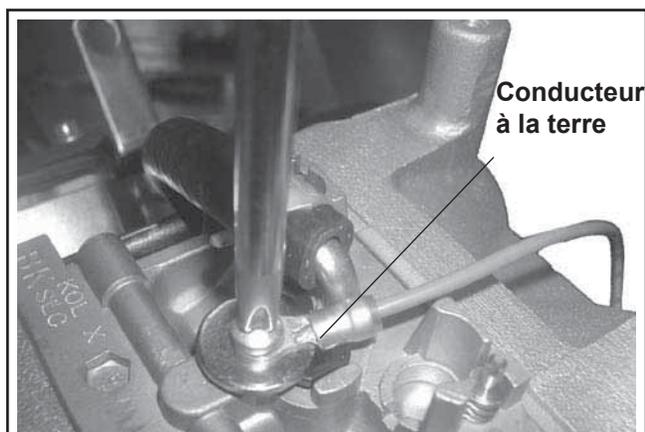

Figure 9-26. Enlever le câble de mise à la terre (modèle bicylindre ci-représenté).
1. Débrancher le câble du solénoïde d'arrêt du carburant et le câble de mise à la terre, s'ils sont présents. Voir la Figure 9-26.